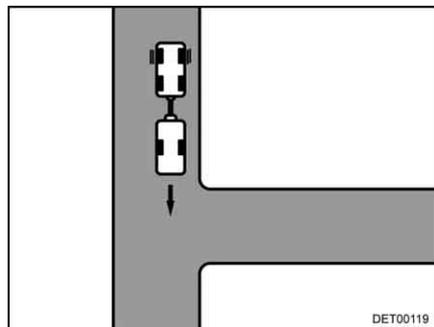

Bild 12 Anfahrt
- So weit an die Einfahrt fahren, bis das Heck des Caravans etwa auf der Höhe der Einfahrt ist (Bild 12).